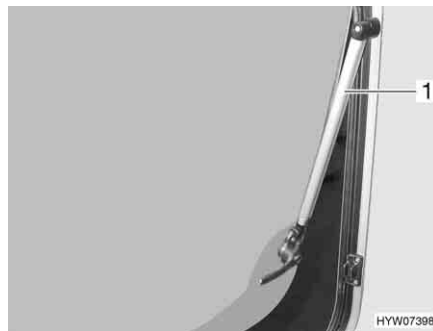

Fig. 75 Finestra apribile con deflettore automatico
- Aprire la finestra apribile fino al punto di arresto desiderato. Il deflettore automatico (Fig. 75,1) si innesta automaticamente in posizione.